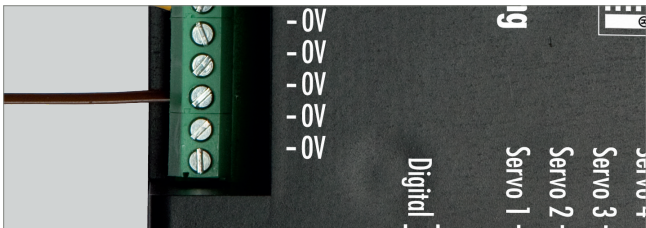

Abb. 2: Masse anschließen
- ▶ Schließen Sie eine Leitung, die mit Masse verbunden ist, an einen der Anschlüsse »0V« an der Servosteuerung an, siehe Abb. 2.